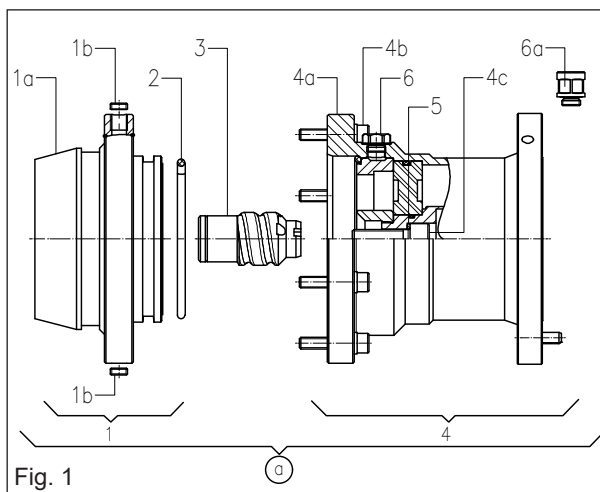

Fig. 1
**Steckverbinder-Demontage, Fig. 1**
**Connector disassembly, Fig. 1**